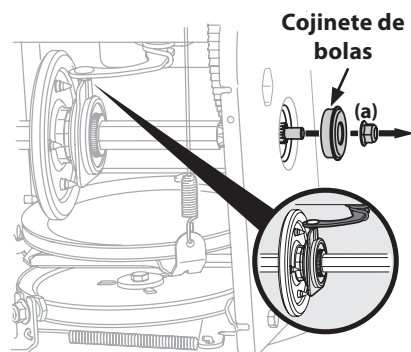

Figura 4-21
5. Extraiga con precaución la tuerca hexagonal (a) que sujeta el eje hexagonal al marco del equipo y golpee ligeramente el extremo del eje a fin de desplazar el cojinete de bolas del lado derecho del marco. Consulte la Figura 4-21.
NOTA: Compruebe que el pasador de la palanca de cambios esté en su lugar en el alojamiento del cojinete. Consulte el recuadro la Figura 4-21 inset.